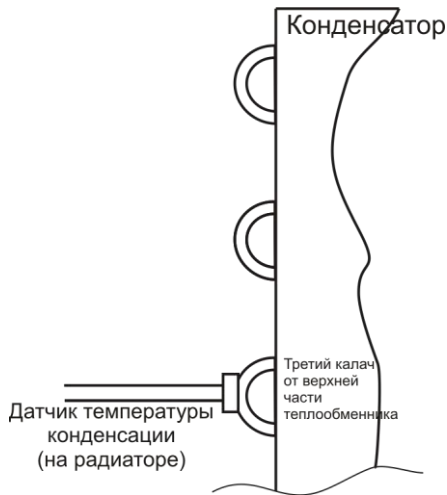

Рис.1. Монтаж датчика температуры конденсации
6.2. Смонтировать датчик температуры конденсации (металлический) на калаче конденсатора конденсаторного блока согласно рис. 1: